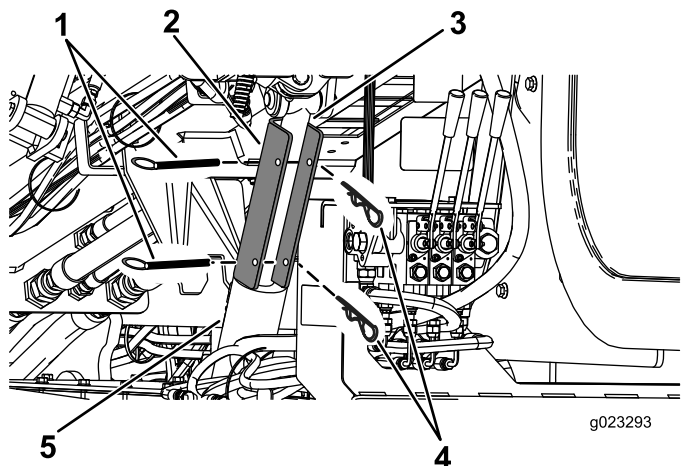

Figura 73
4. Coloque el bloqueo del cilindro sobre el vástago del cilindro (Figura 73).
5. Sujete el bloqueo de cilindro con el pasador y la chaveta (Figura 73).
4. Retire el pasador y la chaveta que sujetan el bloqueo del cilindro (Figura 73).